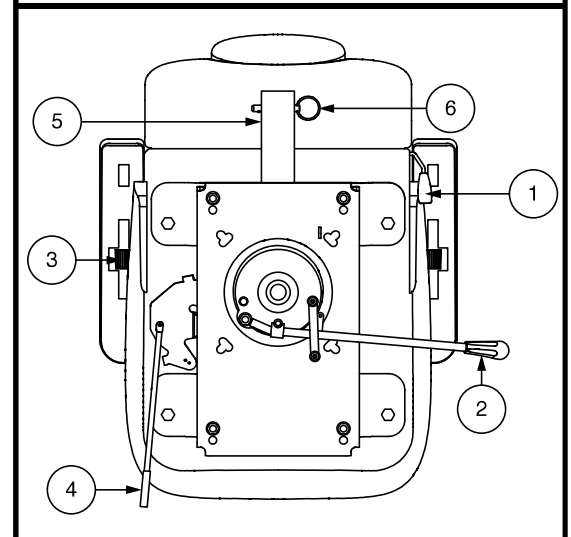

Figure 18. Réglage du siège
Si votre scooter est équipé d'un siège à dossier inclinable, vous pouvez changer l'inclinaison du dossier avec le levier de réglage du dossier. Voir la figure 18.
1. Tirer vers le haut l'avant le levier de rotation du siège afin de dégager le siège. **Voir la figure 18.**
Élevez ou abaissez l'inclinaison des accoudoirs en tournant la roulette de réglage sous l'accoudoir. **Voir la figure 18.**
1. Déplacez le levier coulissant du siège (situé sur le côté inférieur gauche du siège) vers l'extérieur. **Voir la figure 18.**
Le support d'accessoire monté à l'arrière vous permet d'attacher un accessoire personnel comme un panier, support pour marchette ou réservoir d'oxygène à l'arrière de votre scooter. Utiliser la goupille de verrouillage afin de bien fixer votre article au support d'accessoire. **Voir la figure 18.** Consultez votre détaillant autorisé pour plus de détails.